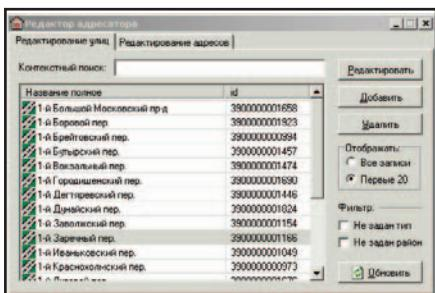

Рис. 2
- редактор адресатора AdrEditor (рис. 2);